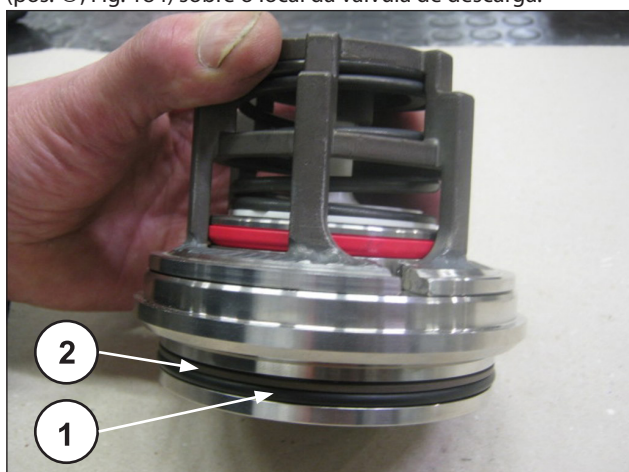

Fig. 184
Monte o anel circular (pos. ①, Fig. 184) e o anel anti-extrusão (pos. ②, Fig. 184) sobre o local da válvula de descarga.